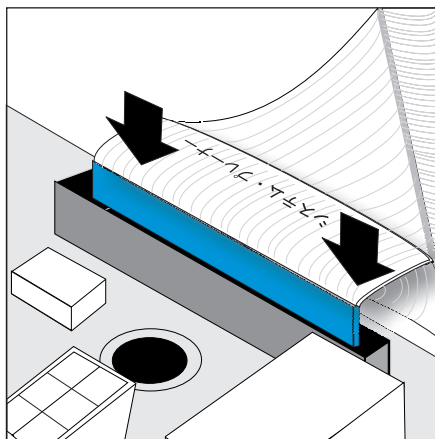

図 193. システム・ボードへのサービス・コントローラー・ケーブルの取り付け
12. ケーブルがまっすぐに装着されていることを確認しながら、システム・ボードにリボン・ケーブルの端 (システム・プレーナーのマークが付いた) を慎重に取り付けます。555 ページの図 193 を参照してください。ケーブル・コネクタ